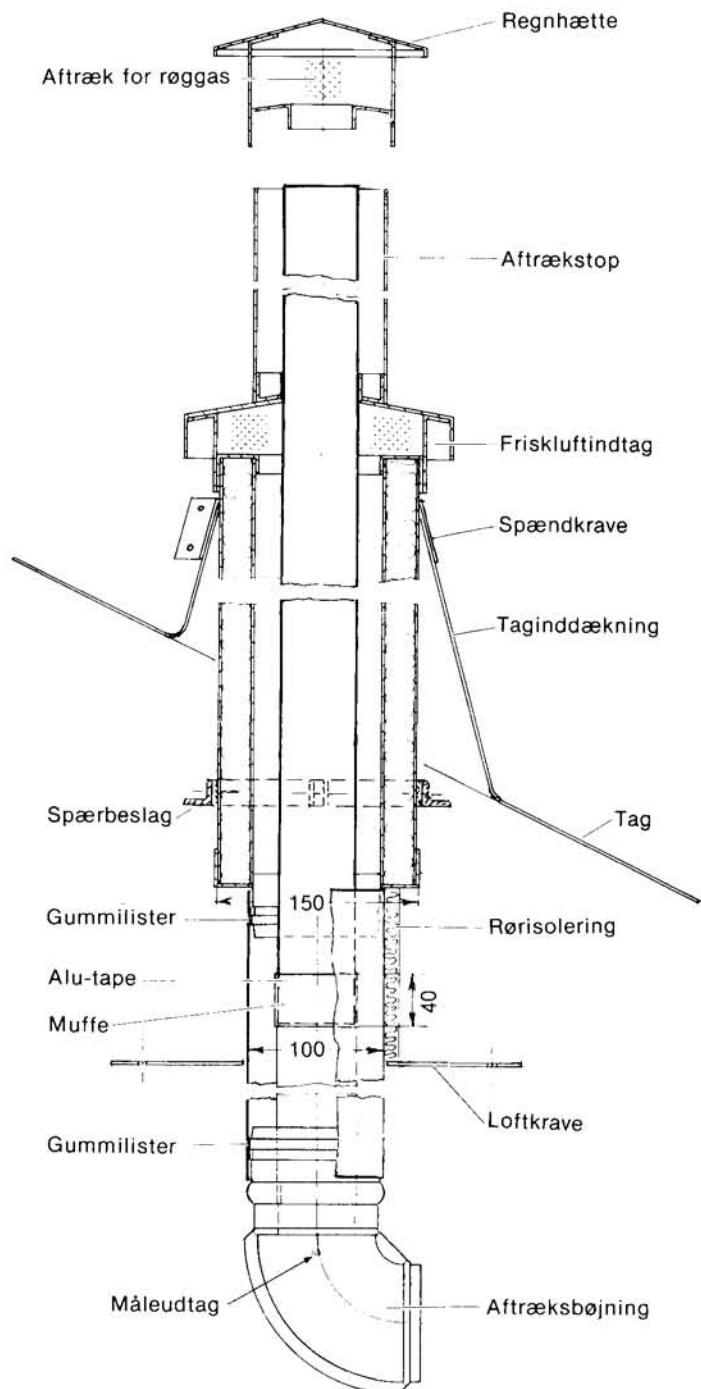

Fig. 19
- Hvor gennemføringen er etableret monteres der ved loft: loftkrave, og på taget: taginddækning, se bilag D og fig. 19.